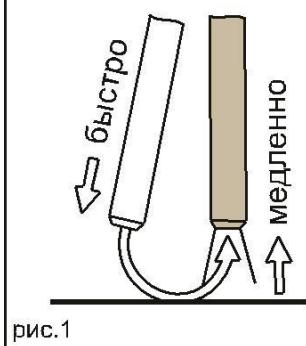

рис.1
- Держа сварочную маску перед лицом, «чиркните» электродом по поверхности свариваемой детали (как при зажигании спичкой). Данный метод наиболее продуктивный для зажигания сварочной дуги (рис.1).